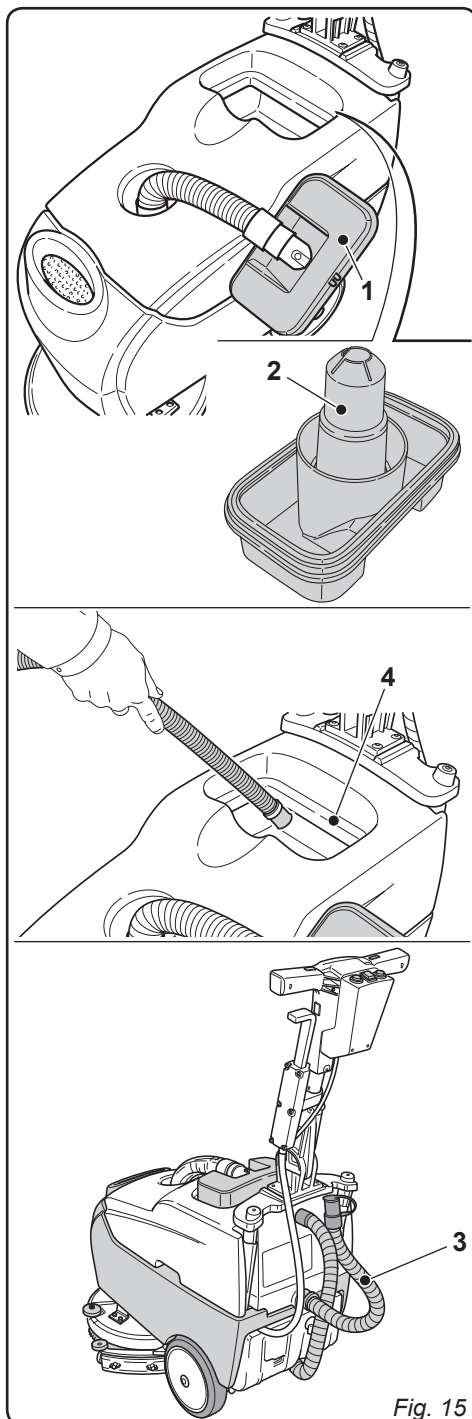

Fig. 15
11.1.b - Limpeza do reservatório de águas sujas (Fig. 15)